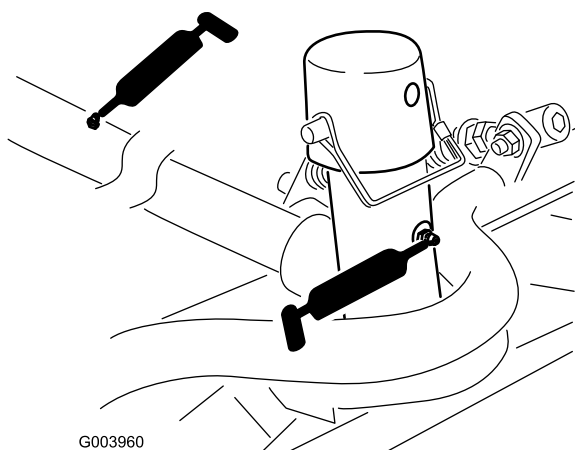

Figura 49
- Bastidor de tiro y pivote de la unidad de corte (2 en cada) (Figura 49).